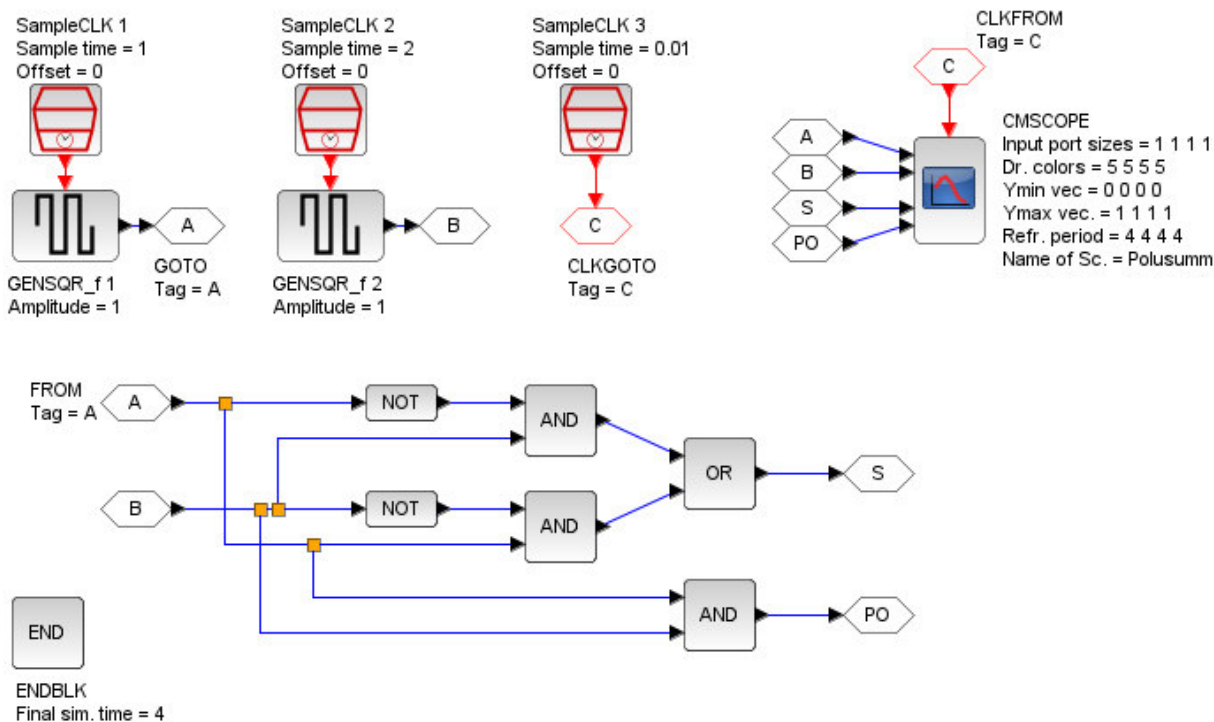

Рис. 6.1. Модель двоичного одноразрядного полусумматора в Xcos
Построить одноразрядный полусумматор на основе базовых логических элементов (рис. 6.1). Научиться использовать тоннели.
1. Построить схему по образцу рис. 6.1.
- Построить схему двоичного одноразрядного полусумматора, используя блоки логических элементов LOGICAL_OP (Общепотребительные блоки). Тип блока и число входов указывается в его параметрах. При настройке блоков NOT необходимо указать число входов 1. В качестве входов полусумматора использовать блоки выхода тоннеля FROM (Маршрутизация сигналов) с тегами «А» и «В», как показано на рис. 6.1. Вы-
- Добавить многоходовый осциллограф CMSCOPE (Регистрирующие устройства). Задать параметры: Input ports sizes = 1 1 1 1; Drawing colors = 5 5 5 5; Ymin vector = 0 0 0 0; Ymax vector = 1 1 1 1; Refresh period = 4 4 4 4; Name of Scope = Polusumm. На тактовый вход осциллографа подключить тоннель CLKFROM (Маршрутизация сигналов) с тегом «С». На входы данных подать тоннели FROM с тегами «А», «В», «S» и «PO» как показано на рис. 6.1.